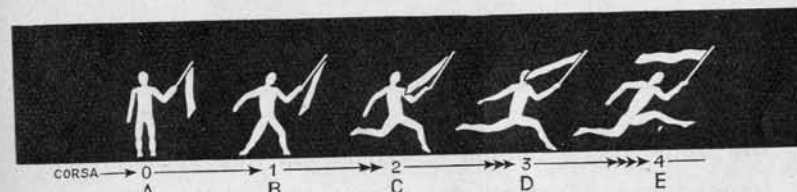

Fig. 2.
b) Un corpo che si muove nell'aria *immobile* è soggetto alle stesse leggi e subisce gli stessi effetti che sono prodotti dall'aria in moto su di un corpo immobile (fig. 2).